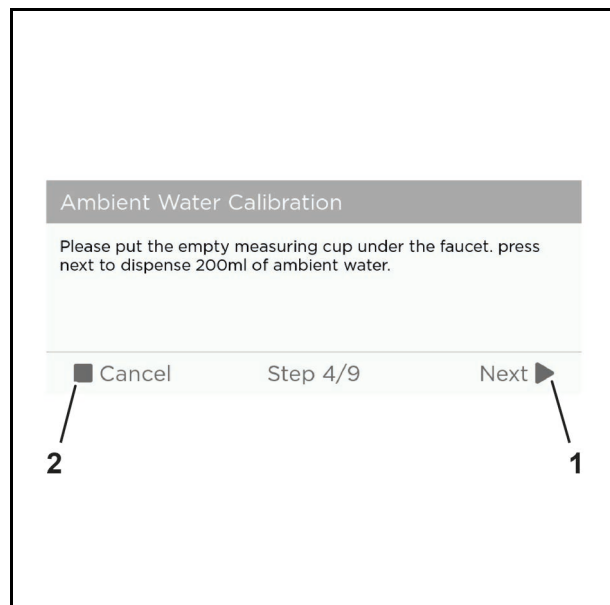

Abb. 67 Beispielgrafik
9. Tippen Sie auf die Schaltfläche "Next" (Abb. 67/1), um mit der Kalibrierung fortzufahren oder "Cancel" (Abb. 67/2), um die Kalibrierung abzubrechen.